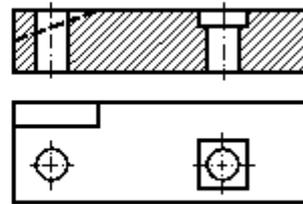

FIGURA 11
10. No se dibujarán aristas ocultas sobre las superficies rayadas de un corte. Y solo se admitirán excepcionalmente, si es inevitable, o con ello se contribuye decisivamente a la lectura e interpretación de la pieza (*figura 11*).